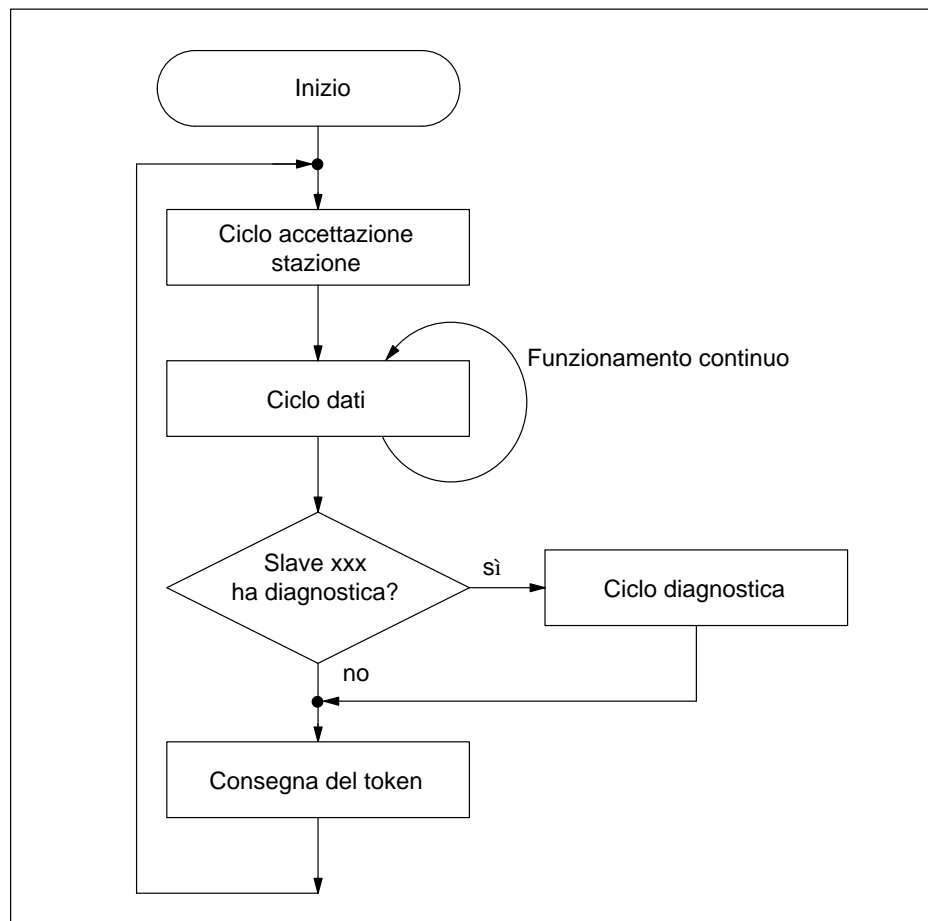

Figura C-9 Configurazione dello scambio dati tra master DP e slave DP
La figura C-9 mostra il principio dello scambio dei dati tra il master DP e lo slave DP. Nel **ciclo di accettazione stazione** il master DP legge quali stazioni sono sul bus. Se una stazione è guasta, l'IM 308-C lo riconosce nel ciclo di accettazione stazione.
- Fase di avviamento: Il master DP esegue una volta il programma rappresentato nella figura C-9 iniziando con il ciclo di accettazione stazione. Successivamente inizia il funzionamento continuo.